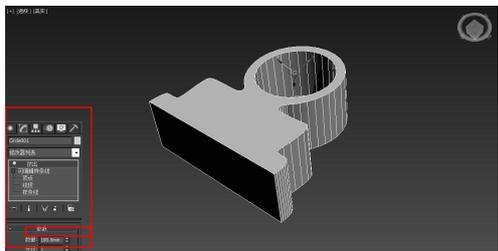

图 3-81 添加挤出修改器
- 9 在修改面板中添加一个【挤出】修改器将其挤出，设置【数量】为 100，如图 3-81 所示。